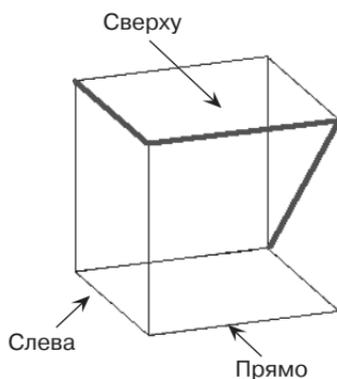

Рис. 411
- проанализируйте силуэт модели и представьте ее форму (рис. 411);